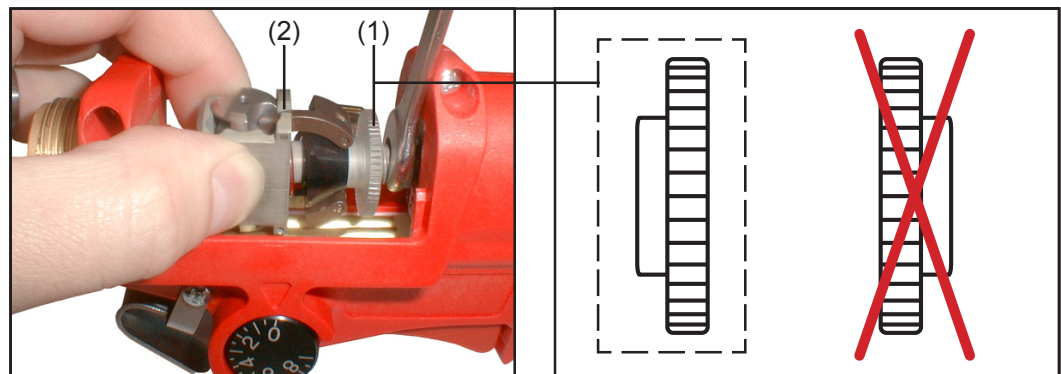

Abb. 41 Antriebskopf montieren
- Rändelmutter (1) positionsrichtig am Antriebskopf festschrauben (Position siehe Abb. 41)